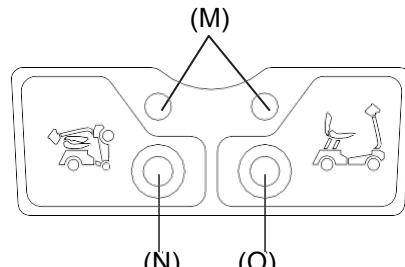

Bild 23
- När scootern är avstånd och befinner sig i vänteläge för ihop-/uppfällning lyser scooterns indikatorlampa för ihop-/uppfällning med orange ljus. (Bild 23)
#### • Knappar på scootern (bild 23)